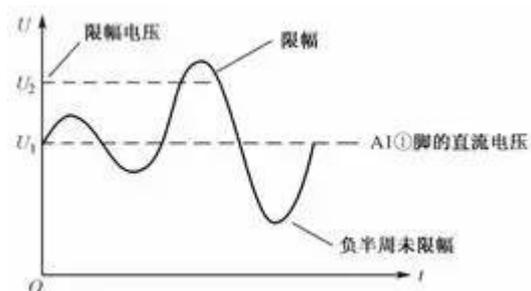

图 9-45 集成电路 A1 的①脚上信号波形示意图
用画出信号波形的方法分析电路工作原理有时相当管用，用于分析限幅电路尤其有效，如图 9-45 所示是电路中集成电路 A1 的①脚上信号波形示意图。